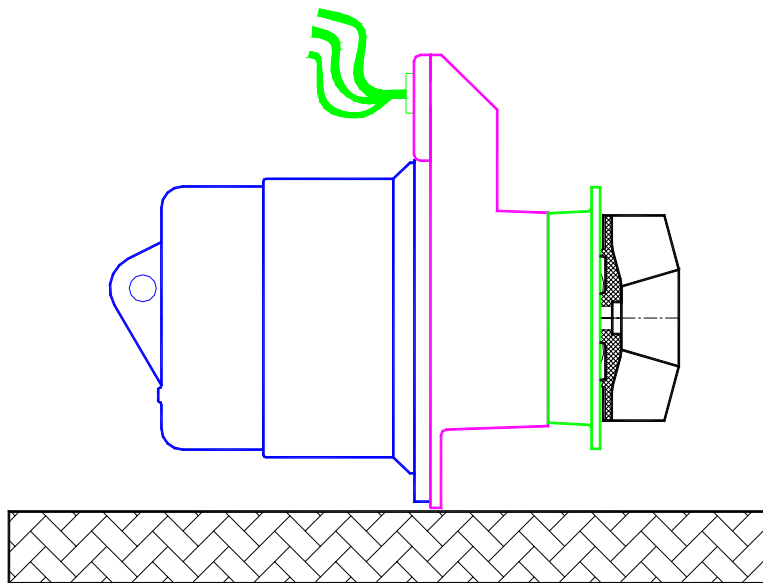

Fig.10 ↑
Una vez que se haya separado la carcaza levantar la bomba hasta que el impulsor quede totalmente a la vista, retirar la carcaza y colocar nueva y lentamente la bomba sobre la paleta en posición horizontal, ver la Fig. 10.
2. Desmontar la tapa sello (5) removiendo los dos tornillos que la fijan a la cámara de los sellos, teniendo cuidado con el sello superior cuyo resorte esta en compresión. Limpiar con lija y solvente las paredes internas de la cámara de los sellos, sobre todo si ha ingresado líquido en su interior. Desmontar el O-ring (6) de la tapa-sello.
6. Montar la parte rotativa y el resorte del sello sobre la bocina, insertando este conjunto sobre el eje hasta que haga tope con el eje, ver la Fig. 10.
7. Colocar el nuevo O-ring (6) en la cámara de los sellos.